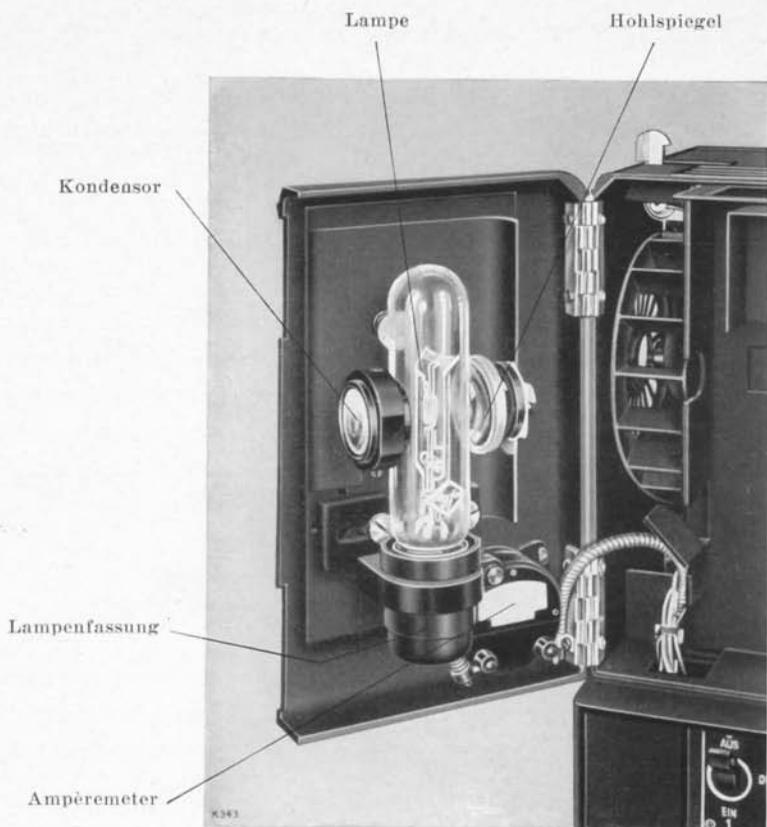

Abb. 22
**Vor dem Auswechseln der Lampe Verbindung mit dem Leitungsnetz lösen.** Verriegelung (Abb. 25) durch eine Vierteldrehung nach links öffnen, worauf sich das Lampengehäuse aus dem Apparat herauschwenken läßt (Abb. 22).
Zur restlosen Ausnutzung des Lichts und zur schattenlosen Ausleuchtung des Bildfeldes muß die Lampe ausgerichtet (zentriert) werden. Zu diesem Zweck Apparat bei geschlossenem Lampengehäuse einschalten. Lampenfäden durch eine in kurzem Abstand (ungefähr 10 cm) vor das Projektionsobjektiv des Moverctors gehaltene Lupe auf der Projektionswand abbilden (Abb. 25). Man erhält ein Bild der Lampenfäden und ihrer durch den Hohlspiegel (Abb. 22) erzeugten Spiegelbilder (Abb. 24).
Kondensor und Spiegel (Abb. 22) werden durch Öffnen des Lampenhauses ebenfalls der Reinigung zugänglich gemacht.